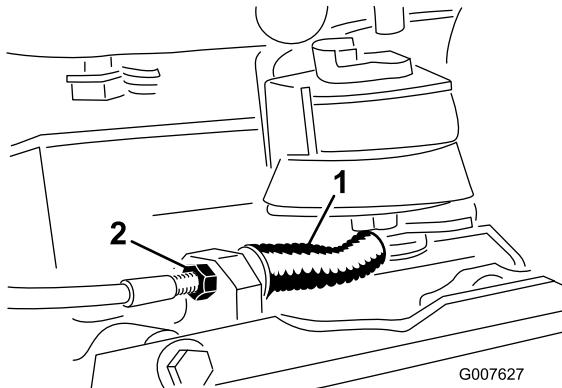

図 27
3. ケーブルの張りを強くするには、ケーブルの前ジャムナットをゆるめて後ジャムナット（図 27）を締めつけ、ブレーキを掛けるのに必要な力が 2.3～3.1 kg になるように調整する。力の計測はレバーのノブの部分で行う。ブレーキ・バンドが締まりっぱなしにならないよう注意すること。